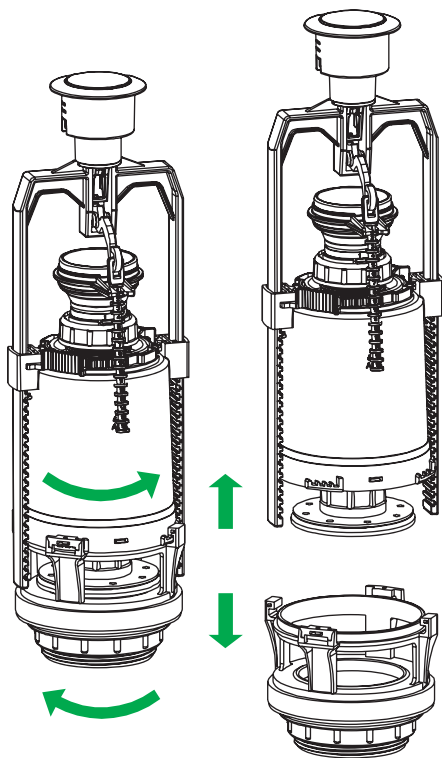

Рис. 6 / 6-сур.
1. Отсоедините седло клапана от клапана выпуска, как показано на рис. 6.
8. Установите выпускной клапан в седло клапана (рис. 6) в обратном порядке.
Для упрощения крепления бачка к унитазу можно отсоединить корпус выпускного клапана от седла клапана (рис. 6).